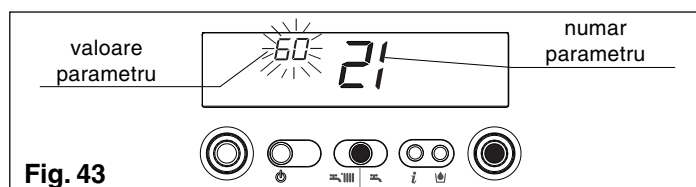

Fig. 43
- apăsați ENTER pentru a accesa funcțiunea de modificare a parametrului. Atunci când apăsați ENTER valoarea setată anterior începe să clipească (fig. 43)